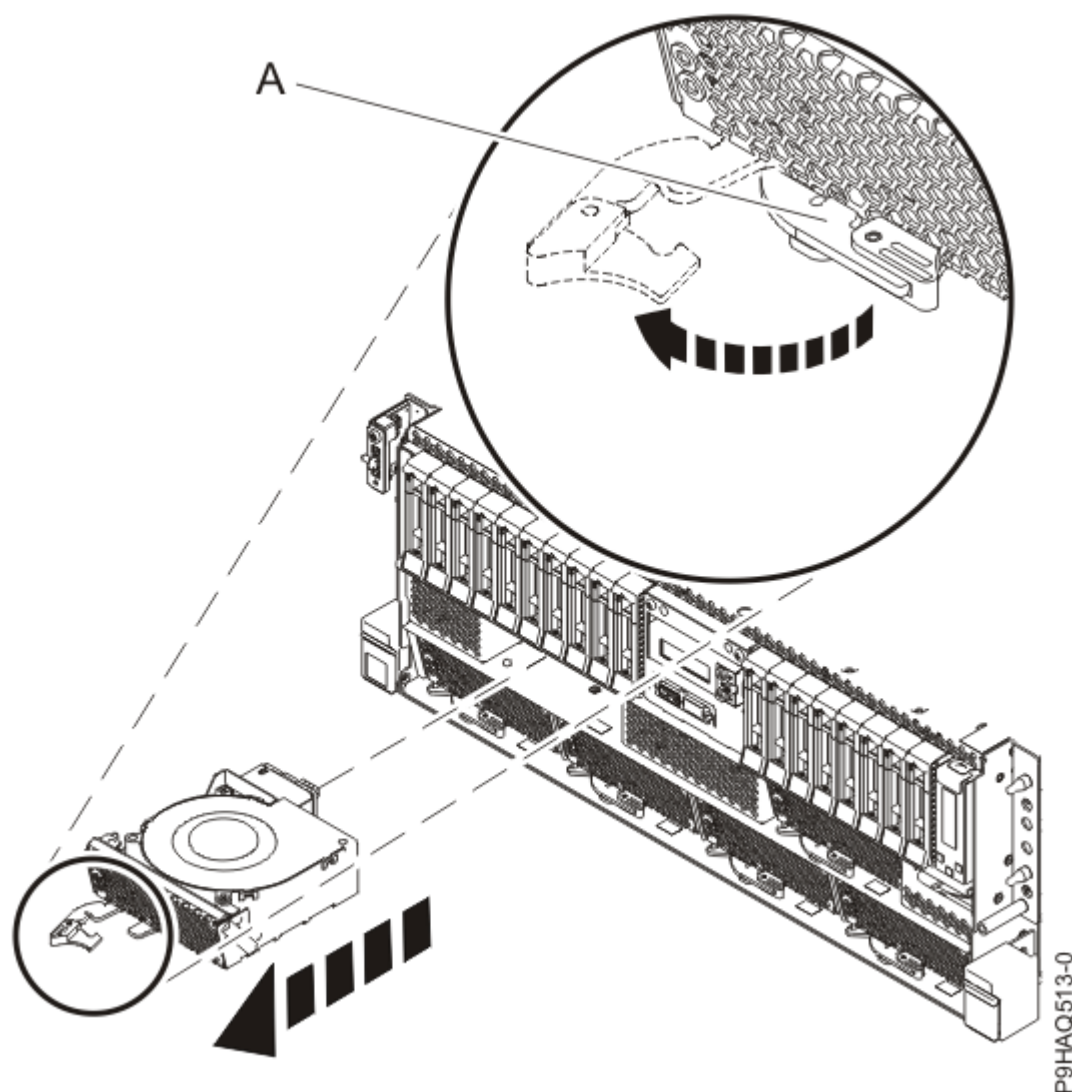

Figure 10. Retrait d'un ventilateur du système
- a) Placez votre pouce sur l'avant du loquet (**A**) comme illustré sur la Figure 10, à la page 13 et votre index à l'arrière.
- c) Faites pivoter la manette dans le sens indiqué dans la Figure 10, à la page 13 pour déverrouiller le ventilateur de son emplacement.
- d) Maintenez en position la manette et en soutenant la base du ventilateur avec la main, extrayez le ventilateur de son emplacement comme illustré dans la Figure 10, à la page 13.